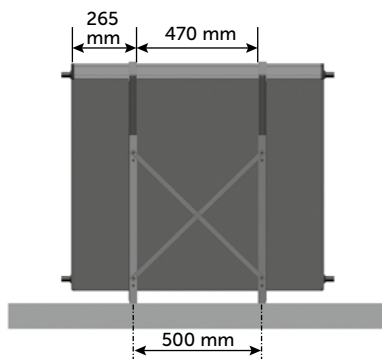

Fig. 11 – Suporte triangular e base de alvenaria
- Manter as distâncias de apoio do coletor conforme indicado (Fig. 11).